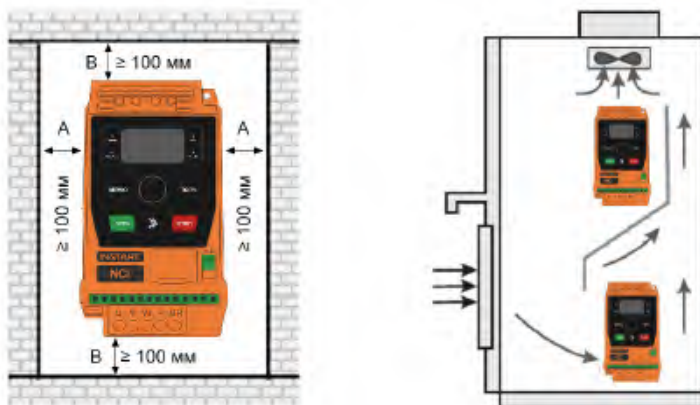

Рисунок 3.1 – Схема установки ПЧ серии NCI
- Преобразователь частоты может быть установлен только в вертикальном положении. Если в одном шкафу необходимо установить несколько ПЧ, то установку рекомендовано производить горизонтально в ряд. В случаях, если необходимо установить ПЧ друг над другом, требуется установить изолирующий разветвитель под углом 45 градусов, который будет полностью перекрывать зону выброса нагретого воздуха с нижестоящего ПЧ (рисунок 3.1).